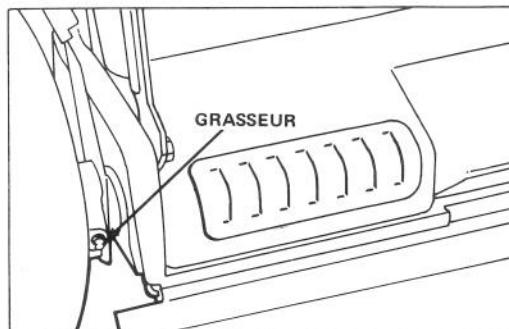

Figure 21
2. Places les leviers de hauteur de coupe des roues arrière en position "2". Essuyez les grassieurs avec un chiffon propre (Fig. 21). Placez le pistolet graisseur sur le graisseur et appliquez délicatement 2 à 3 pompes de graissage à base de lithium à usages multiples no. 2.